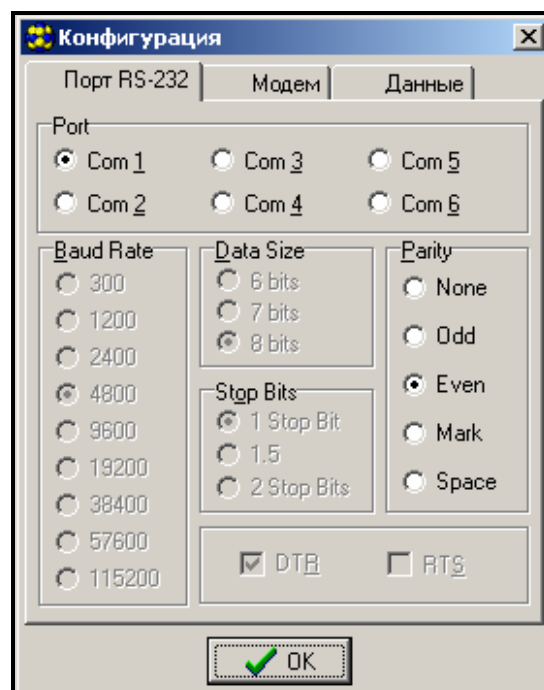

Рисунок 8.
2. Перейдите к опциям конфигурации связи с модулем – кликните по пиктограмме  (или войдите через меню **Соединение**→**Конфигурация**) и выберите порт, через который компьютер соединяется с модулем (см.: Рис. 8).